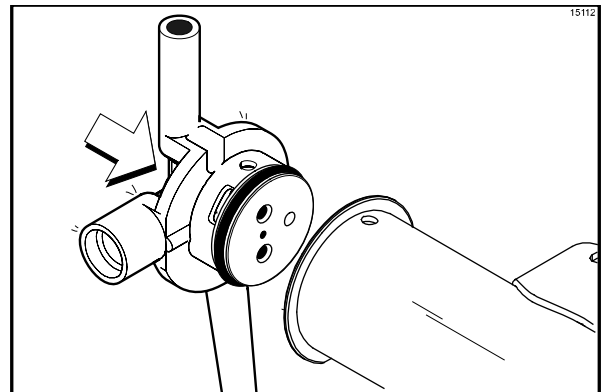

Figure 150
8. Insérer l'assemblage d'admission de mélange dans le cylindre de la pompe (Cf. Figure 150).